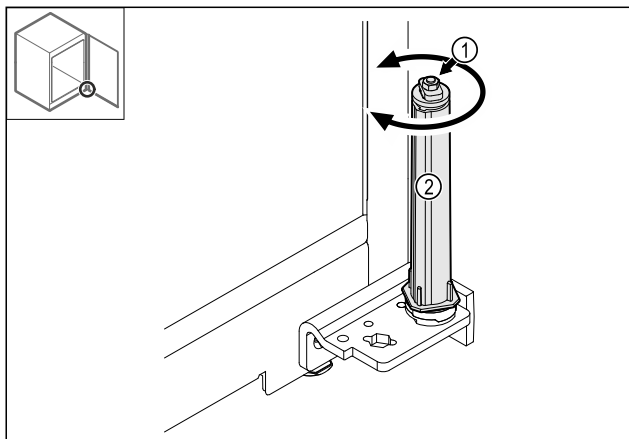

Fig. 40
- Ne razstavljajte vijakne povezave Fig. 40 (1) sistema za zaklepanje.
- Obračajte sistem za zaklepanje Fig. 40 (2), dokler ne klikne.